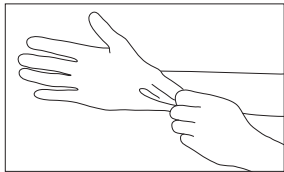

Fig. 5
- 1) Toujours porter des gants de protection, un masque chirurgical et des lunettes de protection afin de minimiser tout risque d'infection (Fig. 5).